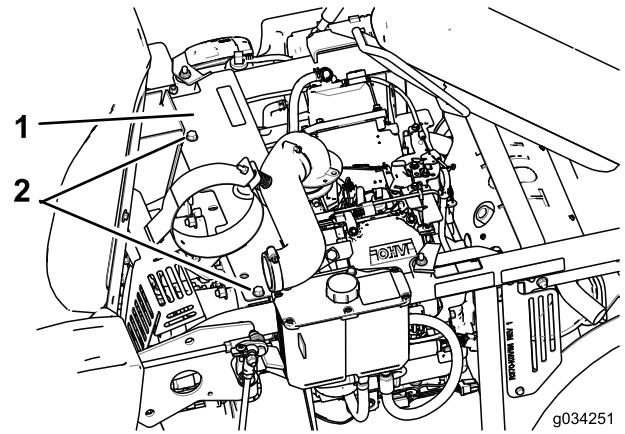

Bild 32
7. Fetten Sie den Spannarm des Pumpenriemens ein (Bild 32).